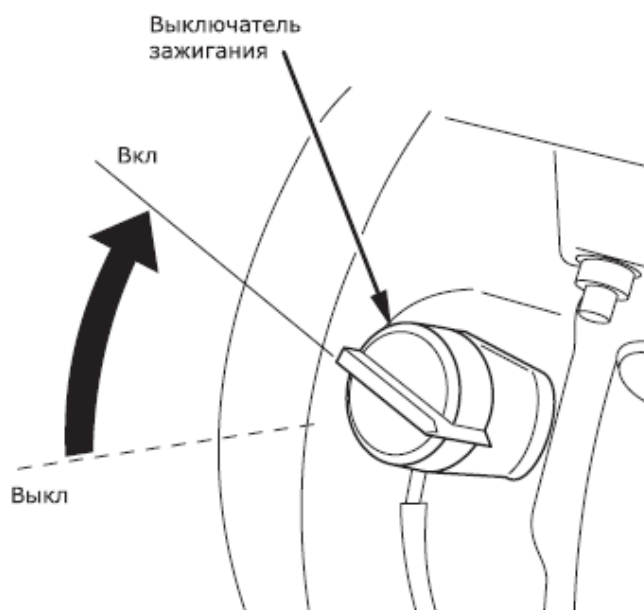

Рис. 10 – Выключатель двигателя
- Поставьте выключатель зажигания в положение «ВКЛ» (рис. 10).